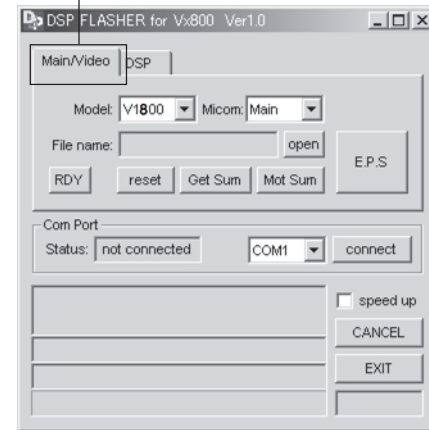

Fig. 5
1. Start up "DSP_FLASHER_Vx800_v1.0.exe" of the PC. (Fig. 5)
2. Select "Main/Video". (Fig. 5)
1. "DSP_FLASHER_Vx800_v1.0.exe"を起動します。(Fig. 5)
2. 「Main/Video」を選択します。(Fig. 5)